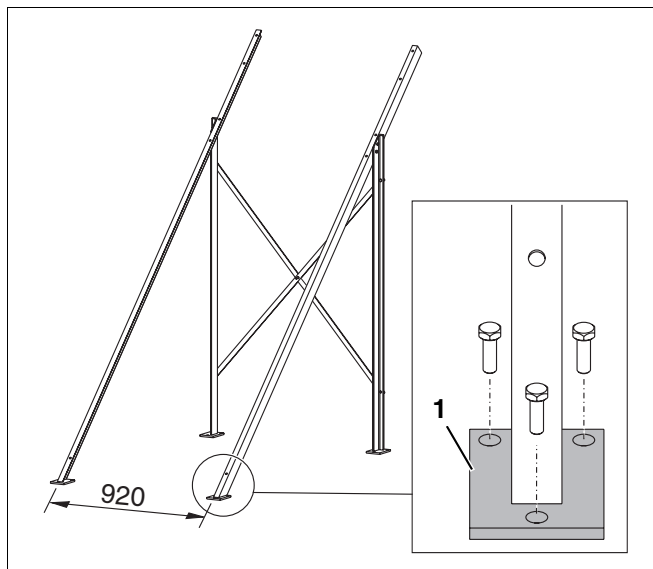

Fig. 8 Fixar as placas de base
- B Fixar as placas de base (fig. 8, **item 1**) em baixo a uma distância de 920 mm (centro/centro) sobre o pavimento com pelo menos dois parafusos (diâmetro mín. do núcleo 10 mm) por placa de base.